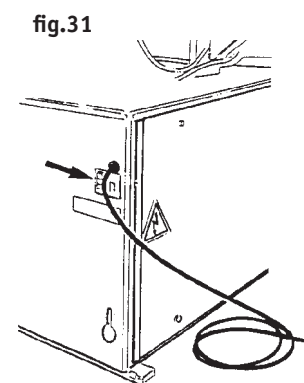

fig.31
- Controllare la conformità tra la tensione di linea e quella indicata sulla targa della macchina (come indicato in fig.31).
- Check that the mains supply tension is the same as that shown on the registration plate (as shown in fig.31).